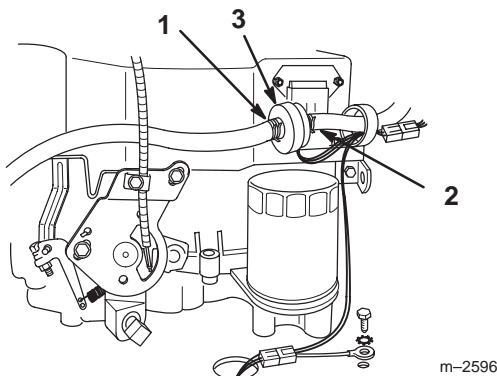

Figure 30
3. Pincez les extrémités des colliers et faites glisser ceux-ci pour les éloigner du filtre (Fig. 30).